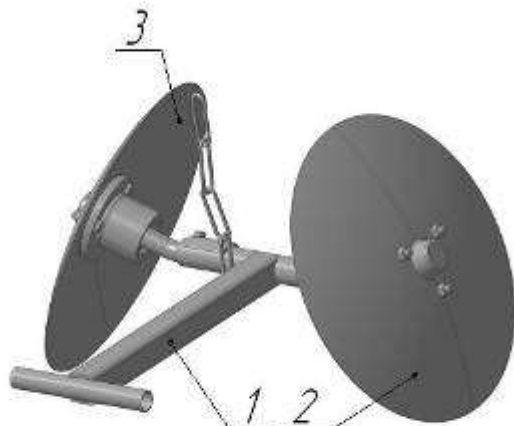

Рис.6 Бороздозакрывающий МНС 06.000
4.5. Бороздозакрывающие рабочие органы МНС 06.000 (рис.6) состоят из рамки, полуосей со сферическими дисками, цепи, пружины, полуоси выдвигаясь из трубы, при вывинчивании болтов регулируют форму гребня.